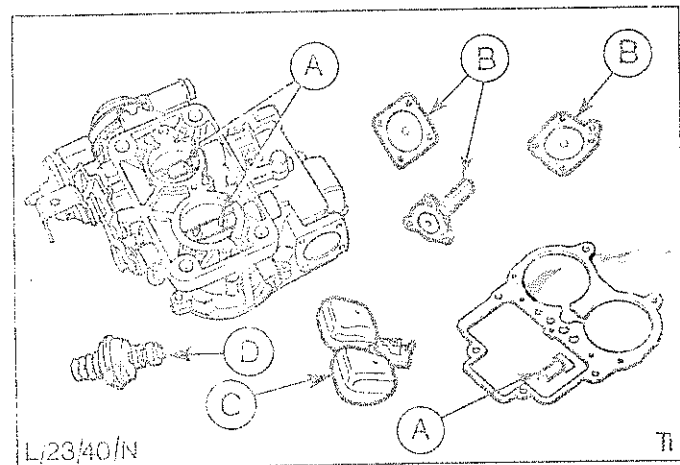

Abb.23 Zu prüfende Teile
12. Vergasergehäuse und Einzelteile überprüfen, Abb.23.